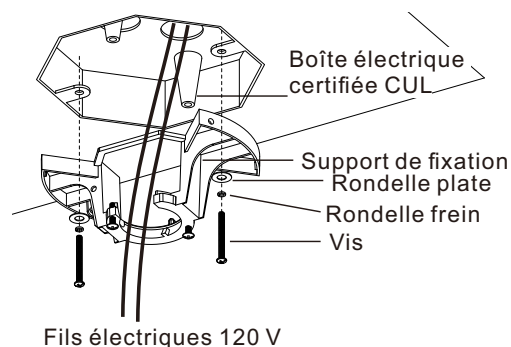

Figure 10
**Étape 1 :** Faire passer les câbles d'alimentation 120 V à travers l'orifice central du support de fixation au plafond, comme illustré à la (Voir fig. 10).